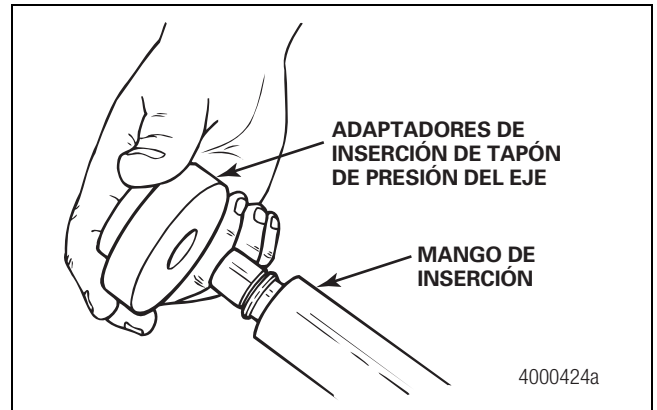

Figura 2.16
11. Instale el adaptador de inserción del tapón de presión del eje sobre el mango de inserción. Figura 2.16.